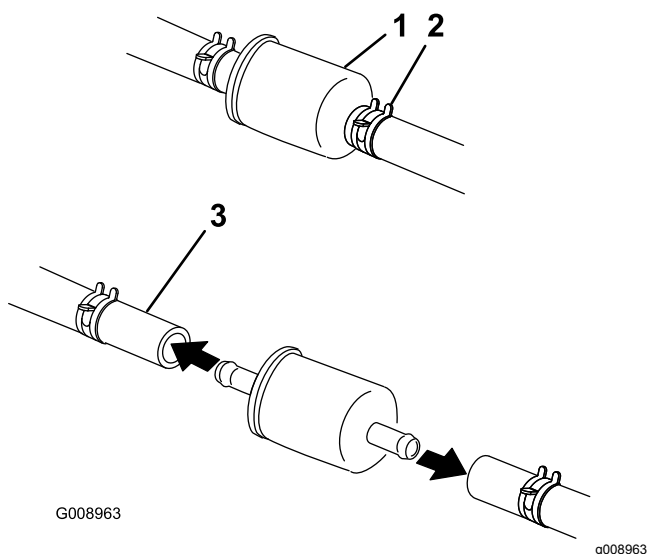

Figure 62
4. Fermez le robinet d'arrivée de carburant sous le siège (Figure 62).
5. Pincez les extrémités des colliers et éloignez les colliers du filtre (Figure 62).
7. Posez un filtre neuf et rapprochez les colliers de fixation du filtre (Figure 62).